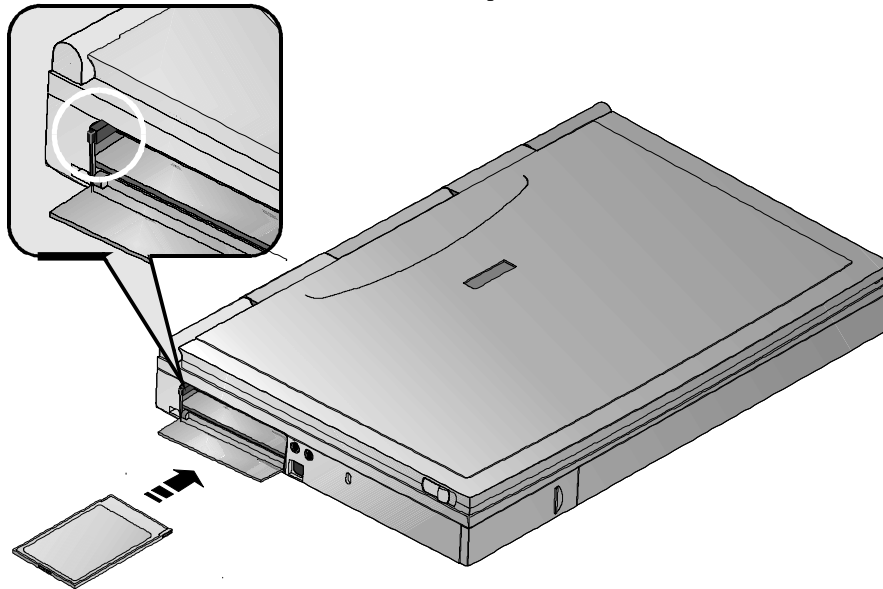

Figura 5-1: Inserimento/estrazione di una scheda PCMCIA
Inserire una scheda PCMCIA nel modo seguente (figura 5-1):
Estrarre una scheda PCMCIA nel modo seguente (figura 5-1):
1. Per rimuovere una scheda PCMCIA è sufficiente premere il pulsante di espulsione. Premere il pulsante di sinistra per espellere una scheda di tipo I o di tipo II dallo zoccolo inferiore, oppure una scheda di tipo III dallo zoccolo. Il pulsante di espulsione di sinistra è evidenziato dal cerchietto ingrandito della figura 5-1.
1. Inserire la scheda modem nello zoccolo PC Card facendo riferimento alla figura 5-1.
1. Inserire la scheda di rete modem nello zoccolo PC Card facendo riferimento alla figura 5-1.
1. Salvare tutti i file e chiudere tutte le applicazioni attive. Inserire la scheda modem nello zoccolo PCMCIA come indicato nella figura 5-1.
2. Inserire la scheda di rete nello zoccolo PC Card facendo riferimento alla figura 5-1. Accendere il notebook dopo aver installato la scheda.